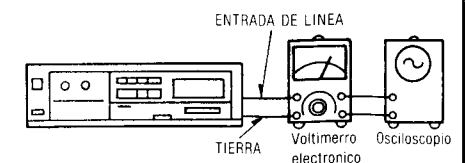

Fig. 2
- Efectuar las conexiones como muestra la Fig. 2.
1. La conexión del equipo de prueba se muestra en la Fig. 2.